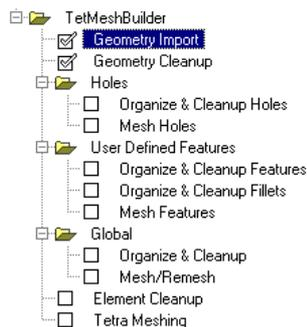

图 5-122 Tetramesh Process Flow
这样就打开了 Tetramesh Process, 如图 5-122 所示。接下来将按照图中步骤完成四面体网格划分。
(1) 通过以下的操作, Tetramesh Process 将在 HyperMesh 用户界面左侧的标签域 (Tab Area) 展开四面体网格剖分工作流 (Tetramesh Process Flow)。(见图 5-122)。该工作流的第一步即为几何导入 (Geometry Import) 左侧的复选框将自动被选中, HyperMesh 用户界面下方的主菜单区域也将自动切换至与几何导入环节相关的参数。
(2) 将 Import Type 切换至 HM Model。
(3) 在下方的工具栏中, 单击 Open .hm File (📁) 按钮打开文件, 在路径<installation_directory>tutorials\hm>中选择文件 tetmesh_pm.hm。
(4) 单击 Import 按钮。此时在视图区域中, tetmesh_pm.hm 被打开, TetraMesh Process 左侧的 Geometry Import 表示该环节已完成。